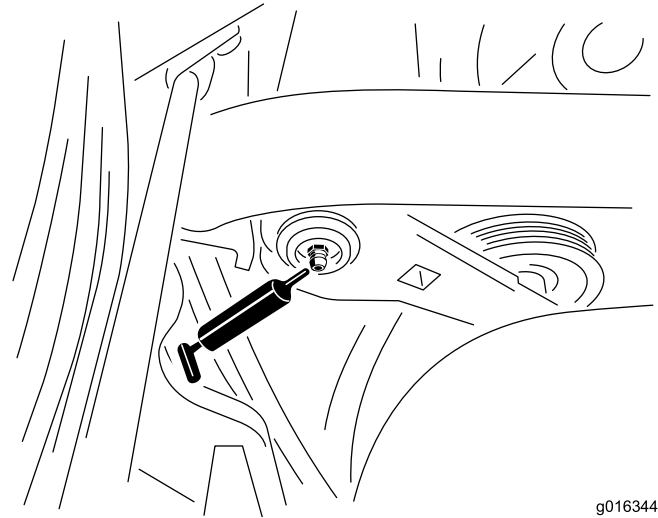

Figure 24
1. Essuyez le graisseur pour éviter que des impuretés ne pénètrent dans le roulement ou la bague (Figure 24).